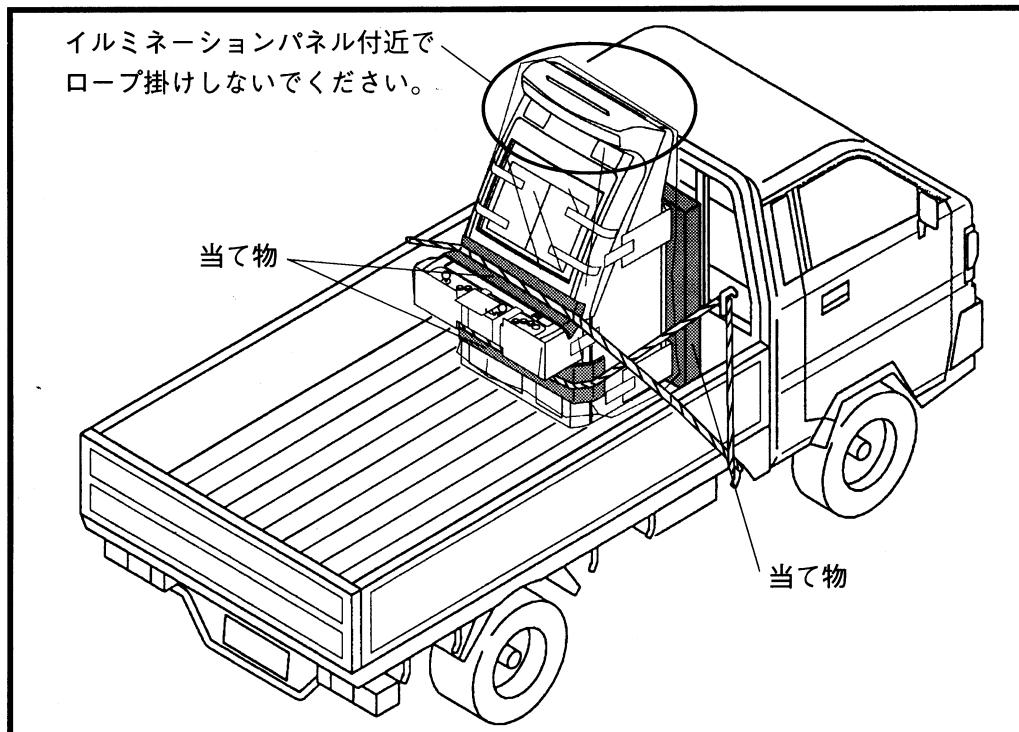

図3：ロープ掛けの一例
- ・車両上でロープをかけるときには、下図3に指示する箇所で当て物を使用してしっかりと固定してください。
- ・また、上部のイルミネーション付近は、当て物してもロープ掛け禁止です（下図3参照）。